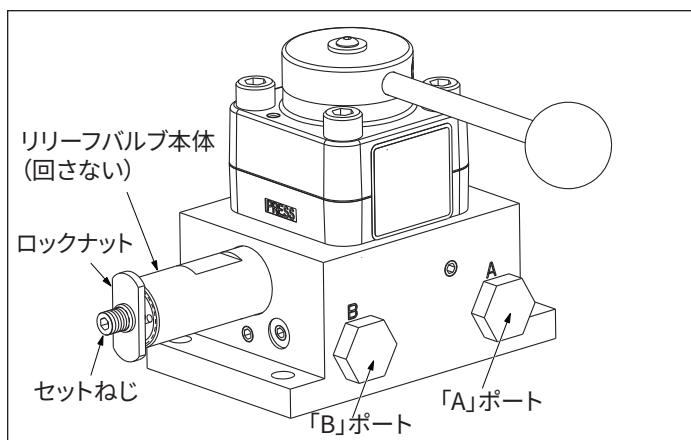

図12:リリーフバルブ - VM43LPS
1. 0~15,000 psi [0~1,035 bar] のゲージを、負荷をかける圧力ゲージの「A」ポートに取り付けます。図12を参照してください。